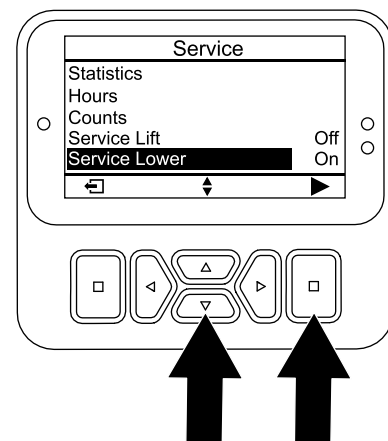

Figura 167
6. Apăsăți butonul jos până când este selectată opțiunea SERVICE LOWER (Coborâre pentru service), apoi apăsați butonul de selectare (Figura 167).